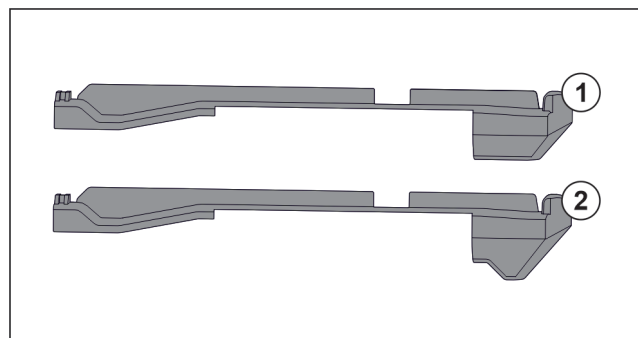

Fig. 126 Vergleich der Aufsteckteile
Im Gerät befinden sich zwei unterschiedliche Aufsteckteile. Das Aufsteckteil über dem untersten Schubfach Fig. 126 (2) hat eine dreieckige Kante. Alle anderen Aufsteckteile Fig. 126 (1) haben eine gerade Kante.
- ▶ Aufsteckteil Fig. 126 (2) mit der dreieckigen Kante über dem untersten Schubfach anbringen.
- ▶ Aufsteckteil Fig. 126 (1) mit der geraden Kante an allen anderen Stellen anbringen.